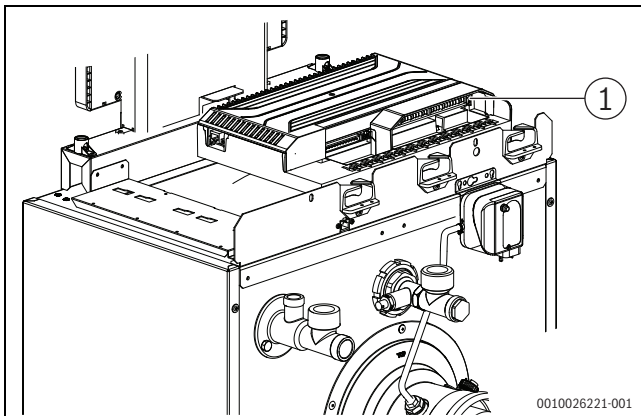

Fig. 26 Raccordement au réseau
- ▶ Réaliser le raccordement au réseau via la borne sur l'entrée réseau IN (→ fig. 26, [1]).